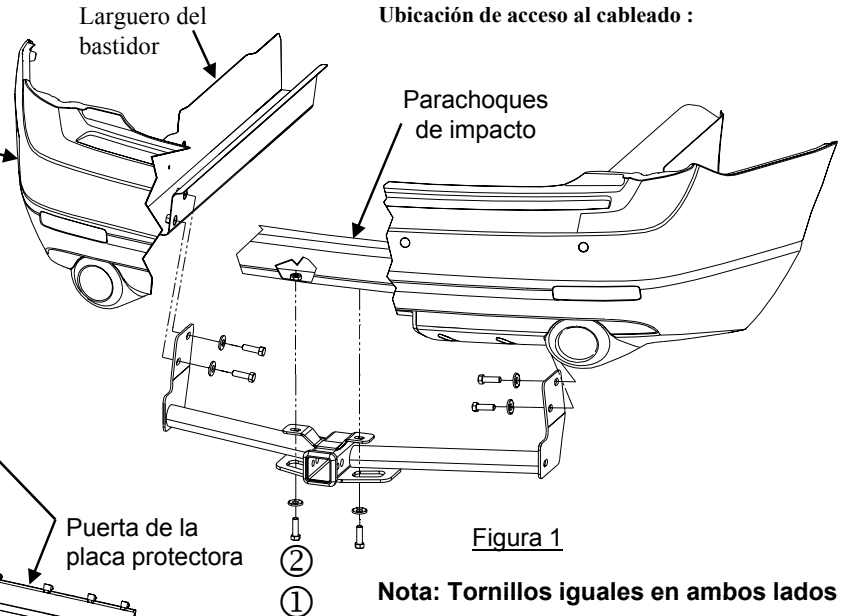

Figura 1
4. Levante el enganche a su posición, con cuidado, levantando el enganche sobre la placa protectora (donde se necesita). Asegure al parachoques de impacto con pernos M12 y arandelas cónicas dentro de las tuercas de soldar existentes, como se muestra en la Figura 1. Instale los tornillos restantes como se muestra.
6. Vuelva a instalar los bloques espaciadores plásticos y los (4) remaches plásticos de la placa protectora que se quitaron en los pasos 1 y 2.